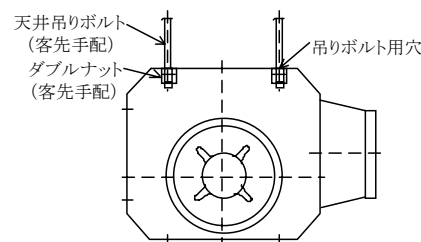

図 3 天井吊り型（例）
(2) 天井吊型
- ① 天井にあらかじめ埋め込まれた吊りボルトにより、ファンのベッドを水平に、4本の吊りボルト全部に荷重がかかるように取付けてください。
- ② 吊りボルトは十分な強度のもの（ボルト自身および埋め込み状態とも）をご用意ください。
- ③ 据付け後、吊りボルトのナットはダブルナットとし、ゆるみ止めを必ず行ってください。（図3）